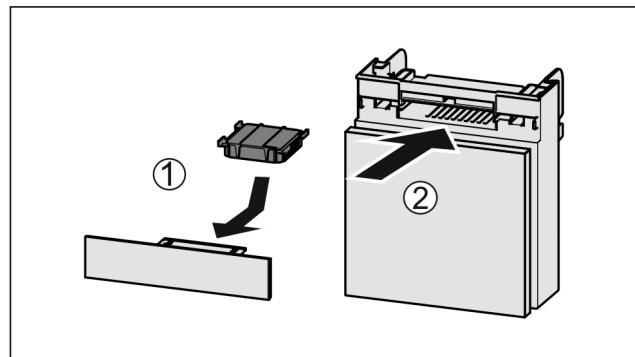

Fig. 152
- ▶ Поставете Fig. 152 (1) филтъра с активен въглен, както е показано на фигурата.
- ▶ Вкарайте Fig. 152 (2) отделението.